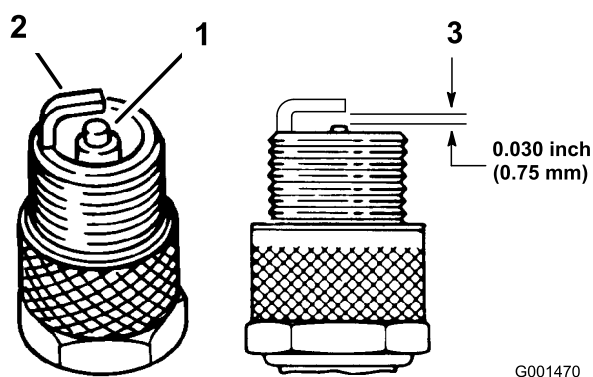

Рисунок 31
3. Проверьте состояние бокового электрода, выровняйте по центру электрод и выровняйте по центру изолятор электрода, чтобы гарантировать отсутствие повреждений (Рисунок 31).
4. Воздушный зазор между центральным и боковым электродами должен быть выставлен равным 0,762 мм (Рисунок 31).